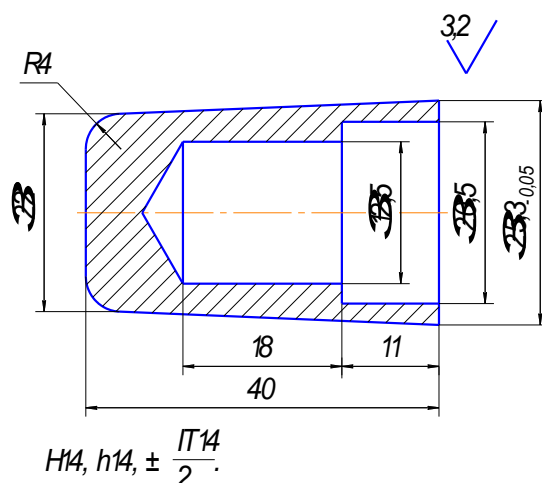

Рис. 3. Технологическая втулка
8.5.5. На резьбовую часть наконечника 10 установить технологическую конусную втулку (рис.3), исключая выпадение кольца пружинного из манжеты торцового уплотнения 7. Технологическая втулка изготавливается потребителем.
- заменить торцовое уплотнение, используя втулку технологическую (рис. 3).